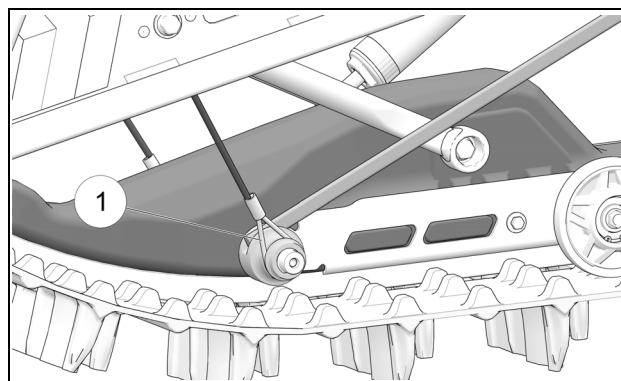

Figure 14
- Comprimer la suspension pour permettre le retrait de l'anneau du câble limiteur (1) du logement de la bague du support de ressort. Voir la Figure 14.